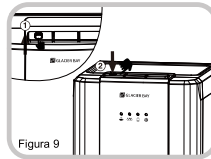

Figura 9
2. Deslice el cierre de seguridad lejos de usted y presione simultáneamente el botón de agua caliente. (Figura 9)